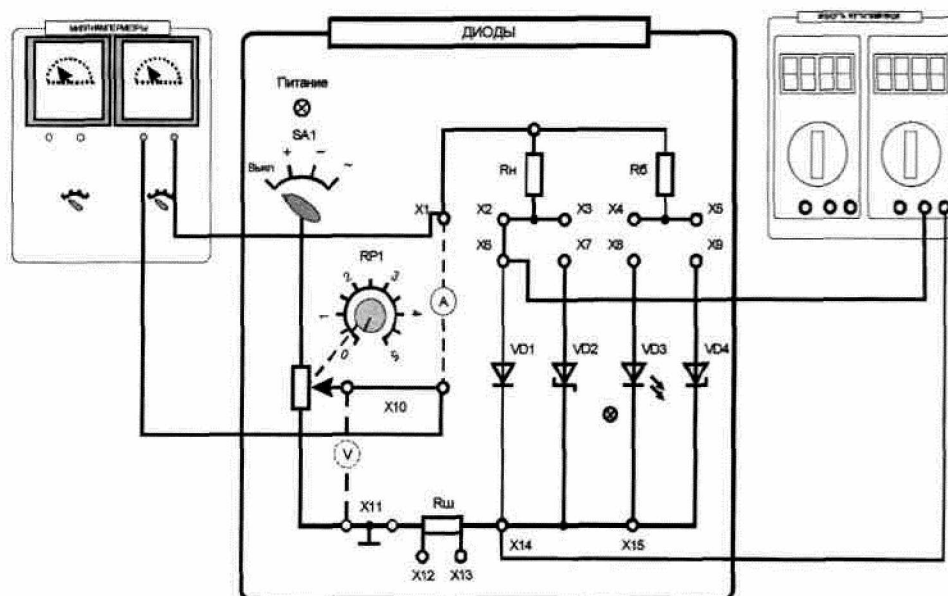

Рис. 3.1.4
3.1.1. Собрать схему для исследования выпрямительного диода VD1 на постоянном токе. Для измерения анодного тока включить миллиамперметр, для измерения анодного напряжения включить мультиметр в режиме измерения постоянного напряжения (рис. 3.1.4). Включить электропитание стенда и
3.3.1. Собрать схему для исследования стабилитрона на постоянном токе (аналогично схеме по рис. 3.1.4. Выполнить пункт 3.1.2 для стабилитрона. Построить график зависимости выходного напряжения  $U_{cm}$  от тока  $I_{cm}$ . Результаты занести в табл. 3.1.6.